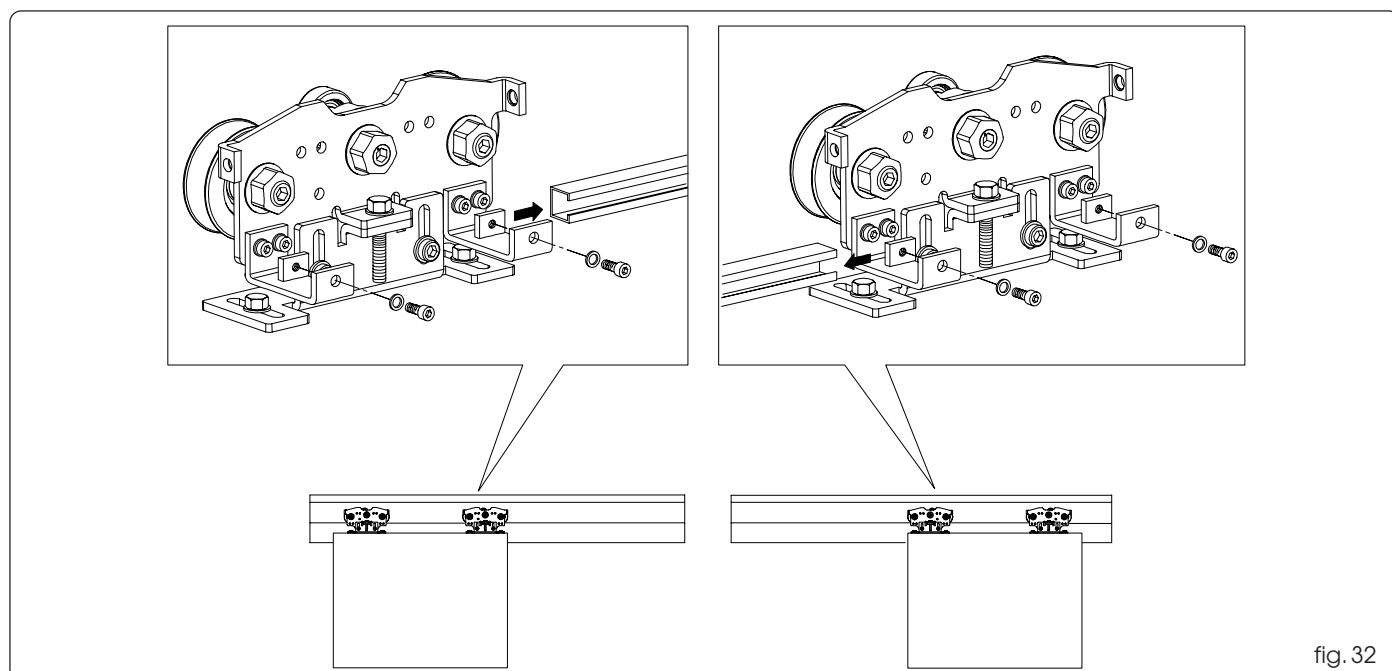

fig. 32
- Coloque la hoja en posición de apertura (fig. 32).
- Introduzca dos placas con orificio roscado en el interior de la barra de movimiento (fig. 32).